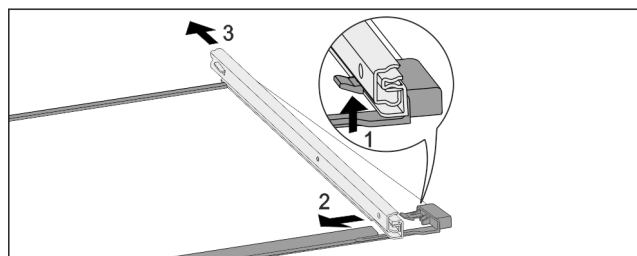

Fig. 191 Glasplaat met rails
- Voorste vergrendelhaak naar boven duwen. Fig. 191 (1)
- Uitschuifrail naar de zijkant Fig. 191 (2) en naar achteren Fig. 191 (3) wegschuiven.